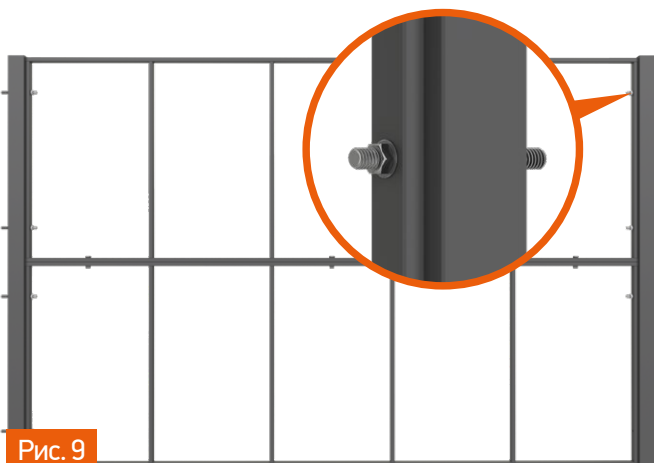

Рис. 9
4. Зафиксируйте секцию при помощи гаек, через шайбу. Рис. 9.